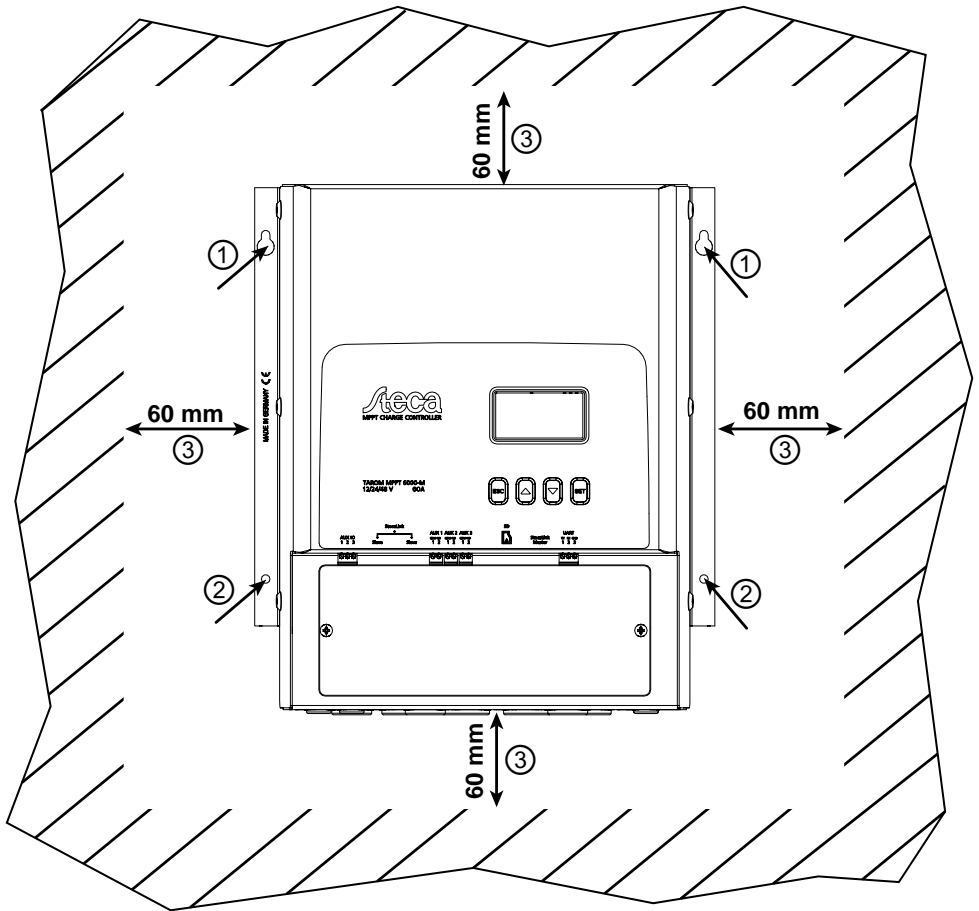

Abb. 5: Befestigungsöffnungen ①/② und Freiräume ③
- Um den Regler ist allseitig ein Freiraum von mindestens 60 mm vorhanden (③ in Abb. 5).
- Nicht durch die Befestigungsöffnungen ①/② (Abb. 5) bohren.
2.  Regler waagrecht an die Montagefläche anlegen und Montagebohrungen durch die Befestigungsöffnungen ①/② in Abb. 5 anzeichnen.